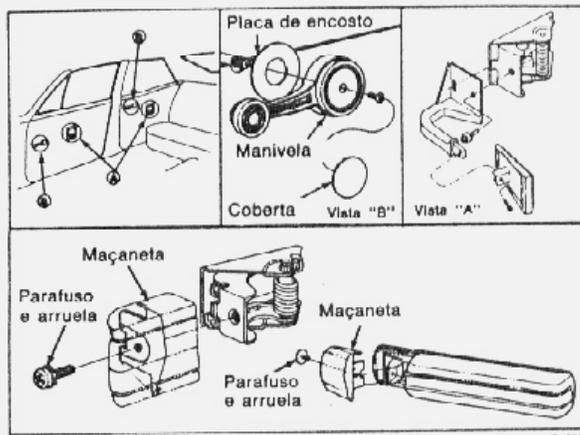

fig. 5 — instalação da maçaneta e da manivela do vidro da porta
2. Remover a cobertura da manivela de acionamento do vidro e soltar o parafuso de fixação da manivela. Remover a manivela (vista B fig. 5).